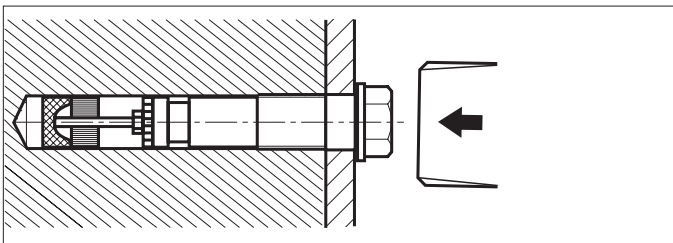

Bild 2
- ⇒ Schwerlastanker mit leichten Hammerschlägen plattenbündig in die Hauptbohrungen eintreiben (Bild 2).